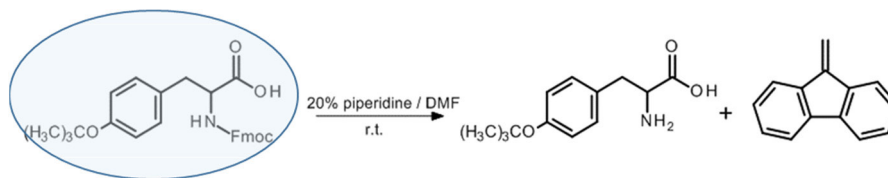

图 2 Fmoc-Tyr(tBu)-OH 的脱保护反应
将 Fmoc-Tyr(tBu)-OH ( N-(9-Fluorenylmethoxycarbonyl)-O-tertbutyl-L-tyrosine ) 23.0 mg 溶于 DMF 5 mL 中，作为溶液①，将哌啶和 DMF 按 1:4 的比例混合，作为溶液②，通过混合溶液①和溶液②，在室温下引发 Fmoc 基的脱保护反应 ( 图 2 )。